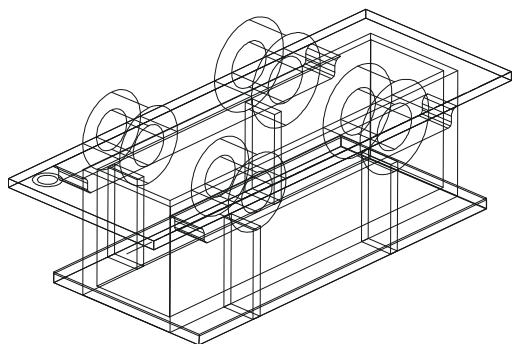

图 12-2-19
STEP 05 转到东北等轴测视图，效果如图 12-2-19 所示。